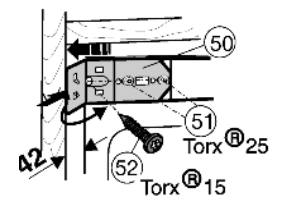

Fig. 23
- ▶ Avvitare la squadra di fissaggio al fianco del mobile con viti per truciolare $\varnothing 4 \times 19$ Fig. 23 (52).
- ▶ Spingere la squadra di fissaggio Fig. 23 (50) sul fianco del mobile e serrare le due viti M5, Torx 25 Fig. 23 (51)